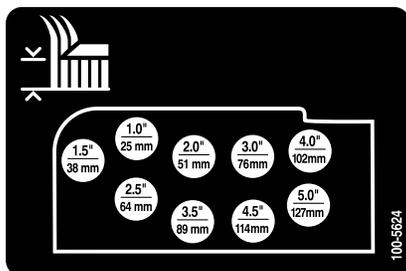

Figure 20
- Montez les chaînes de hauteur de coupe dans le trou correspondant à la hauteur de coupe voulue (Figure 20) à l'aide de l'axe de chape et de la goupille fendue.